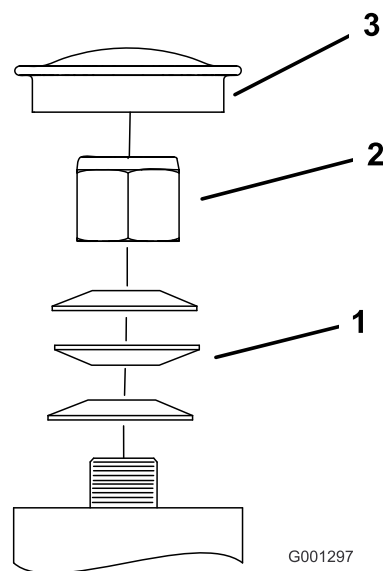

Figure 63
3. Retirez le capuchon protecteur de la roue pivotante et serrez le contre-écrou (Figure 63).
4. Continuez de serrer le contre-écrou jusqu'à ce que les rondelles élastiques soient aplaties, puis desserrez-le d'un quart de tour pour obtenir la précharge correcte des roulements (Figure 63).
Important: Veillez à placer les rondelles élastiques correctement, comme montré à la Figure 63.
5. Reposez le capuchon protecteur (Figure 63).